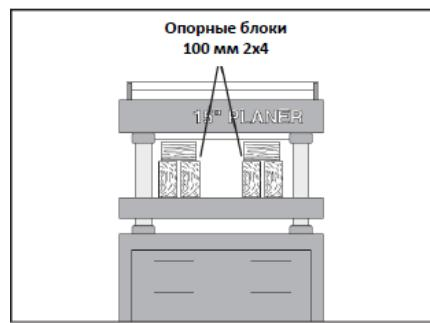

Рис. 24 Расположение опорных блоков
17. Вставьте блоки размером 100 мм (2x4) непосредственно под ножевой вал, как показано на Рис. 24.